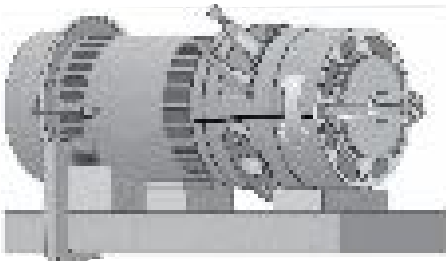

Figura 30
8. Sostenga el eje del motor con pinzas o mordazas a través de la abertura en el adaptador de la bomba. Desenrosque la tuerca del impulsor del extremo del eje (ver Figura 30).